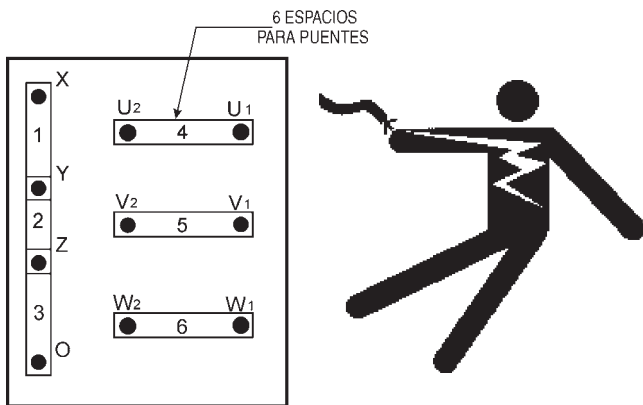

Figura 14. Tablero de inversion de voltaje
Un amplio rango de voltajes está disponible para suministrar voltajes para diferentes aplicaciones. Los voltajes son seleccionados aplicando placas de puente (6) al **tablero de inversión de voltaje** (Figura 14). Para obtener algunos de los voltajes como figuran en la Tabla 6 (ver abajo) requerirá un ligero ajuste usando la **perilla de control del regulador de voltaje** (VR) localizado en el panel de control.
El tablero de inversión de voltaje (Figura 14) está localizado en la caja de control, detrás del panel de control del generador. Este tablero ha sido provisto para facilitar la selección de voltaje.